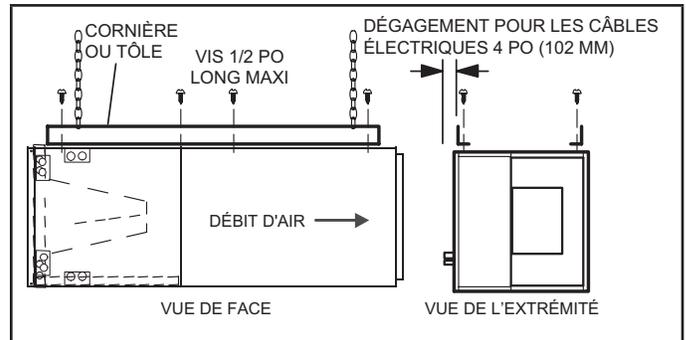

FIGURE 6. Suspension d'une unité horizontale
- 5 - Si l'unité est suspendue, elle doit être supportée sur toute sa longueur. Lorsqu'une chaîne ou une bande métallique est utilisée, fixez un morceau de cornière ou de tôle sur l'unité (au-dessus ou en dessous) de manière à ce que toute la longueur de l'unité soit supportée. Utilisez des vis de 1/2 po de long maximum de manière à ne pas endommager le serpentin ou le filtre. Voir la figure 6. Connectez les plénums d'air d'alimentation et de retour à l'aide de vis à tôle.
- 11 - Si l'unité est suspendue, elle doit être supportée sur toute sa longueur. Lorsqu'une chaîne ou une bande métallique est utilisée, fixer un morceau de cornière ou de tôle sur l'unité (au-dessus ou en dessous) de manière à ce que toute la longueur de l'unité soit supportée. Utilisez des vis de 1/2 po de long maximum de manière à ne pas endommager le serpent ou le filtre comme illustré à la figure 6. Connectez les plenums d'air d'alimentation et de retour à l'aide de vis à tôle.